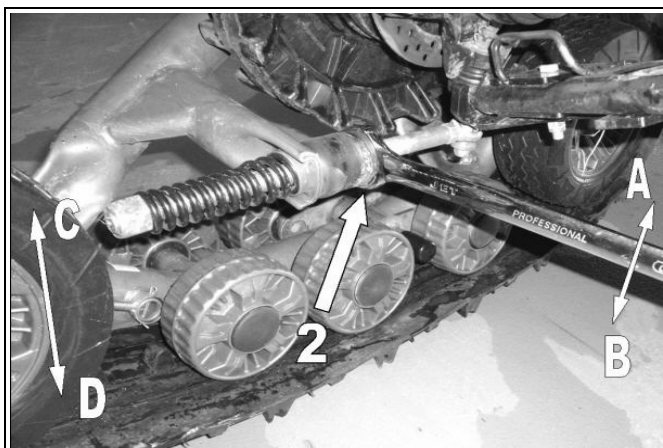

Figura 5
- Fissare il dado (2) come mostra la Figura 5 fino a quando la barra piatta raggiunge l'altezza di 315 ± 5 mm da terra. Se si utilizza la mano destra, girando la chiave verso il punto A si fa girare il sistema di cingoli verso il punto C, mentre girando la chiave verso il punto B si fa girare il sistema di cingoli verso il punto D (al contrario per coloro che usano la mano sinistra).